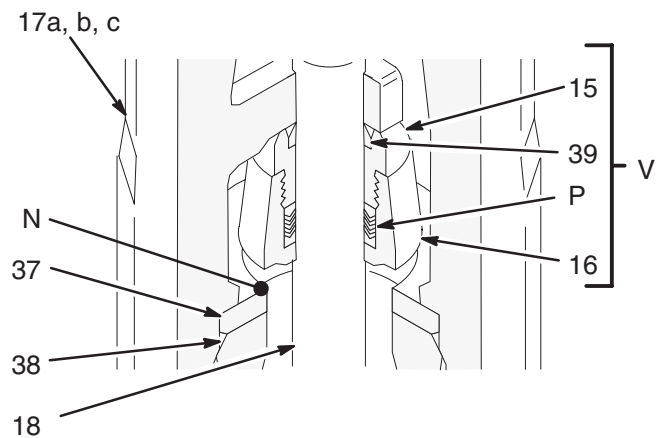

Abb. 7
5. Einlassventilgehäuse (17) vom Zylinder (10) abschrauben. Gehäuse von der Pumpe abziehen. Der Einlass-Rückschlagventilsatz (V, siehe Abb. 7) sollte von der Schöpfkolbenstange (18) herunterrutschen, wenn das Gehäuse entfernt wird; ist dies nicht der Fall, mit einem Gummihammer fest auf das Gehäuse (17) klopfen, um es zu lockern.
- Einlass-Sitz (37) und Dichtung (38) von unten aus dem Einlassventilgehäuse (17) ziehen. Rückschlagventilsatz (V) nicht fallen lassen, wenn er herauskommt, und für die spätere Verwendung zur Seite legen. Siehe Abb. 7.
13. Zum Auseinanderbauen des Einlass-Rückschlagventilsatzes (V) den Einlassventilkörper (16) in einen Schraubstock einspannen und die Packungsmutter (15) abschrauben. Dichtung (39) von der Mutter entfernen und die Ringe und Packungen (P) vom Ventilkörper abnehmen. Die Oberflächen (N) von Einlassventilkörper (16) und Sitz (37) auf Beschädigung oder Verschleiß prüfen. Siehe Abb. 7 und 13.